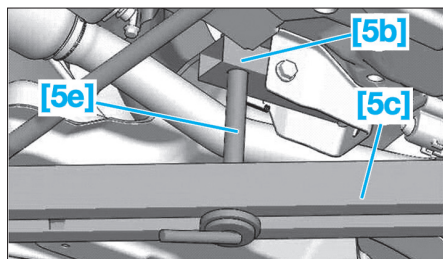

Fig. 8
Enduire de graisse (G10) ou équivalent le filet de la vis [5e] (Fig.8).
- Le support [5b] de l'outil [5] en lieu et place de la biellette anticouple (Fig.8).